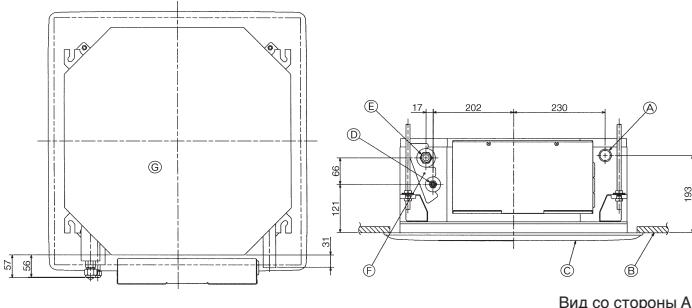

Fig. 3-1
3.1. Расположение труб хладагента и дренажных труб для внутреннего блока (Fig. 3-1)
- ⑳ Дренажная труба